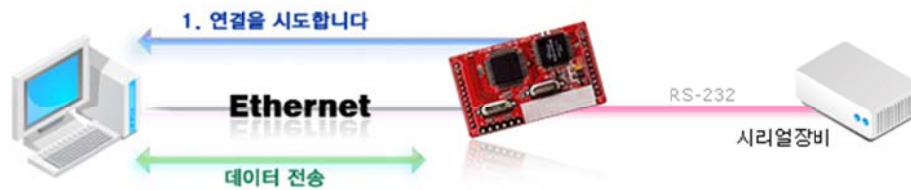

Figure 7. TCP Client mode
3. Figure 7의 ㉔와 같이 Option 탭 - "Password (TCP Server)" 그룹 - "Enable" 체크박스를 체크하고 Password를 입력합니다.
5. Client에서 본 모듈에 접속 시 (3)에서 입력한 Password를 최초로 한번 보낸 다음 이후 동작을 진행합니다.